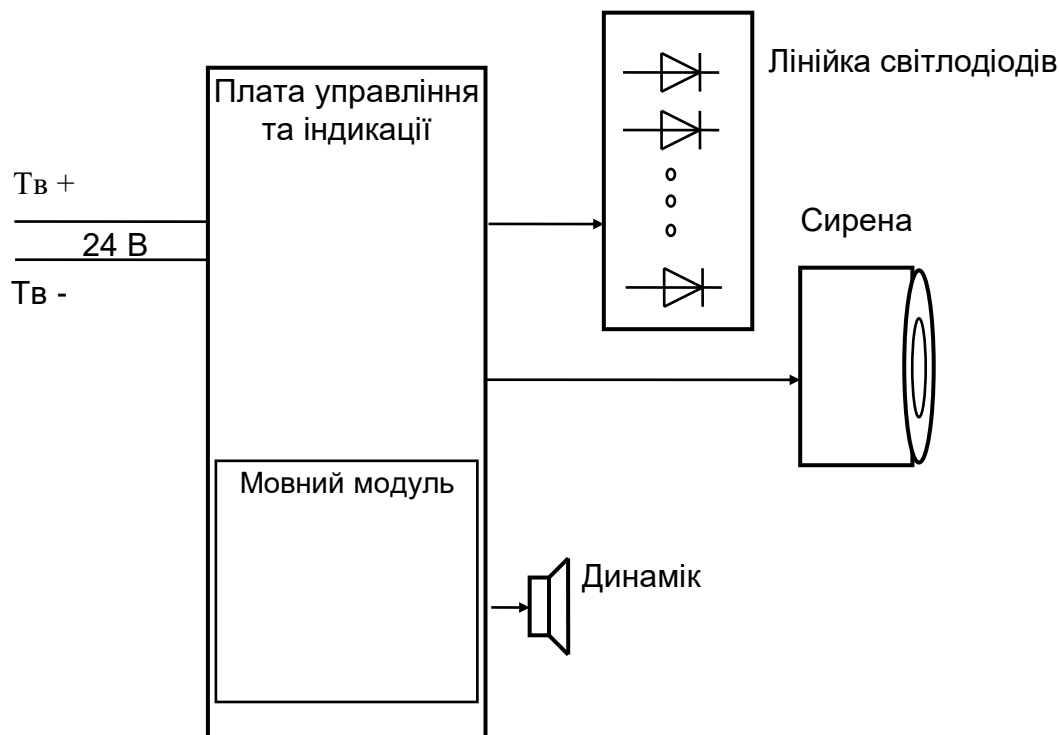

Рисунок 2. Функціональна схема блока.
5.2. Функціональна схема блока наведена на рис.2.